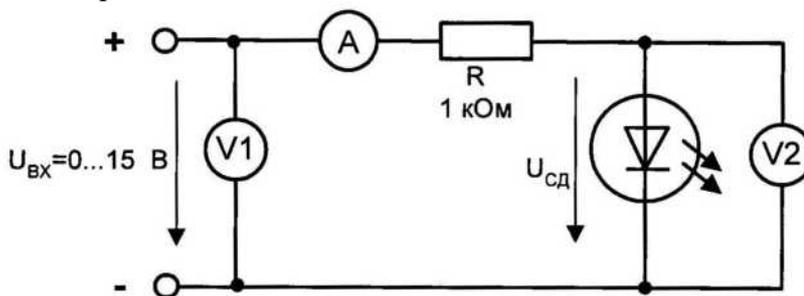

Рис.1.3.1
Соберите цепь согласно схеме (рис. 1.3.1) и изменяйте входное напряжение последовательными шагами, как указано в таблице 1.3.1. Измерьте прямое напряжение $U_{сд}$ и ток $I_{сд}$ светодиода с помощью мультиметра. Визуально оцените светоизлучение (отсутствует (0), слабое (1), среднее (2), сильное (3)). Занесите данные в таблицу. Измените полярность диода и убедитесь, что светоизлучения не наблюдается.